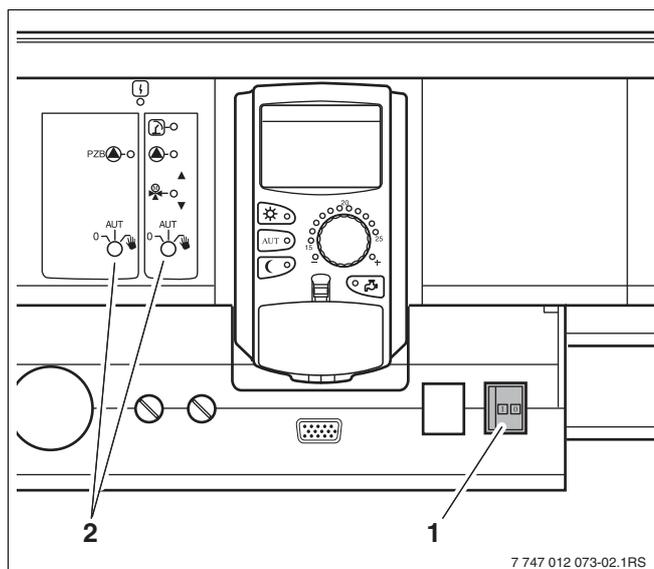

Рис. 8 Пусковой выключатель
- Проверьте, находятся ли переключатели системы управления (→ рис. 8, [1]) установленных на ней модулей (→ рис. 8, [2]) в положении "I" и "AUT" (ABT).
- Включите систему управления, для чего переведите пусковой выключатель в положение "I" (→ рис. 8, [1]).
- Выключите систему управления, для чего переведите пусковой выключатель в положение "0" (→ рис. 8, [1]).